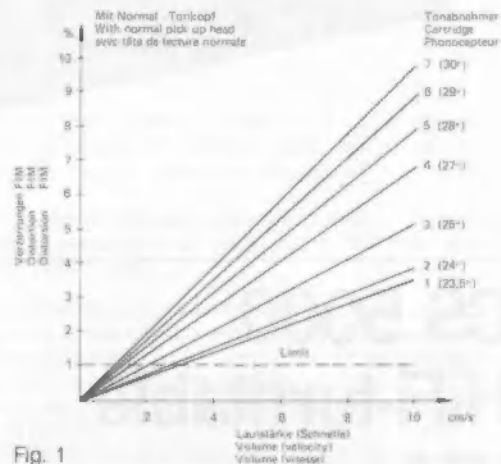

Fig. 1
- Toute écart de valeur prescrite d'angle de piste vertical augmente les distorsions (fig. 1).
- Wanneer de vertikale aftasthoek niet goed is ingesteld, stijgt de vervorming (Fig. 1).
- Abweichungen des vertikalen Spurwinkels vom Sollwert führen zum Ansteigen von Verzerrungen (Fig. 1).
- A deviation of the vertical tracking angle from the set value results in increased distortion (fig. 1).
- Discrepancias del valor nominal del ángulo de pista vertical producen mayores distorsiones (fig. 1).
- Är den vertikala spårinkeln ej rätt inställd medför det ökad distorsion (fig. 1).